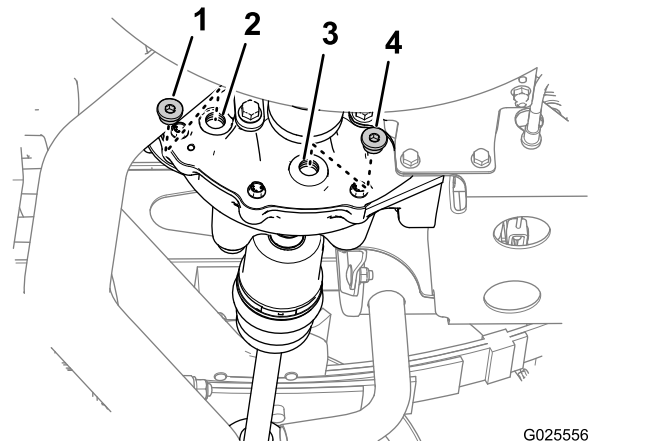

Figure 65
- Placez un bac de vidange sous le bouchon de vidange (Figure 65).
- Enlevez le bouchon de l'orifice de remplissage et le bouchon de l'orifice de vidange du différentiel (Figure 65).
4. Remettez le bouchon sur l'orifice de vidange (Figure 65) et serrez-le à un couple de 14 à 19 N·m.
5. Versez 550 ml de l'huile spécifiée par l'orifice de remplissage du différentiel (Figure 65).
6. Remettez le bouchon sur l'orifice de remplissage (Figure 65) et serrez-le à un couple de 14 à 19 N·m.